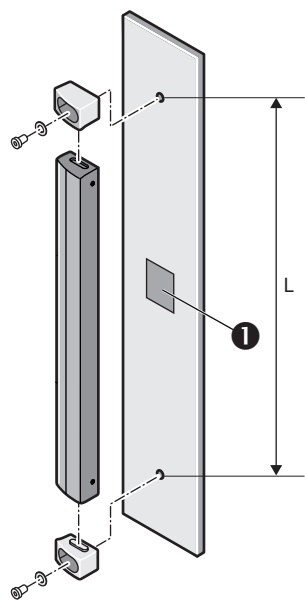

Рисунок 40: Монтаж miniTwin2 с помощью крепления O-Fix
2. Вставить Twin-Stick между двумя креплениями O-Fix. Для вариантов использования, при которых могут возникать высокие колебания и вибрации, приклеить Twin Stick к монтажной поверхности начиная с устройства длиной 600 мм двухсторонней липкой лентой в середине устройства (см. ❶ при рисунок 40).